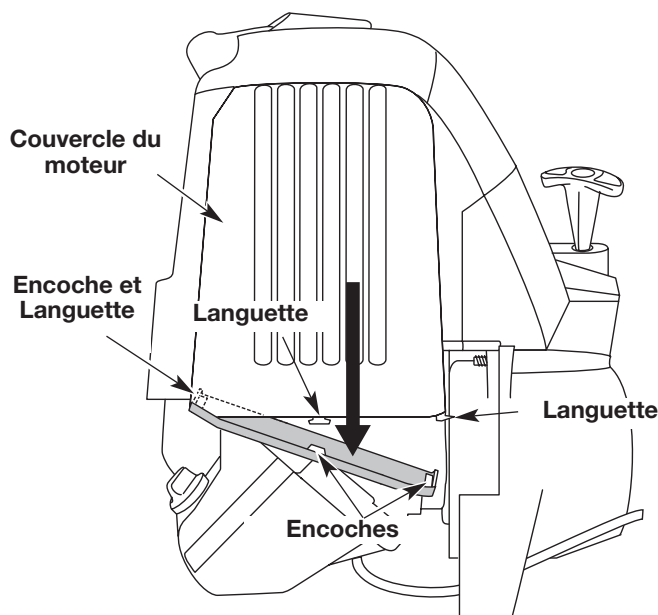

Fig. 50
1. Retirez le couvercle du silencieux en appuyant sur le coin à l'aide d'un tournevis à lame plate (Fig. 50). Glissez les encoches sur les côtés du couvercle par-dessus les languettes du couvercle du moteur et retirez le couvercle.
13. Remplacez le couvercle du silencieux. Glissez avec un déclic les encoches sur les côtés du couvercle par-dessus les languettes du couvercle du moteur (Fig. 50).